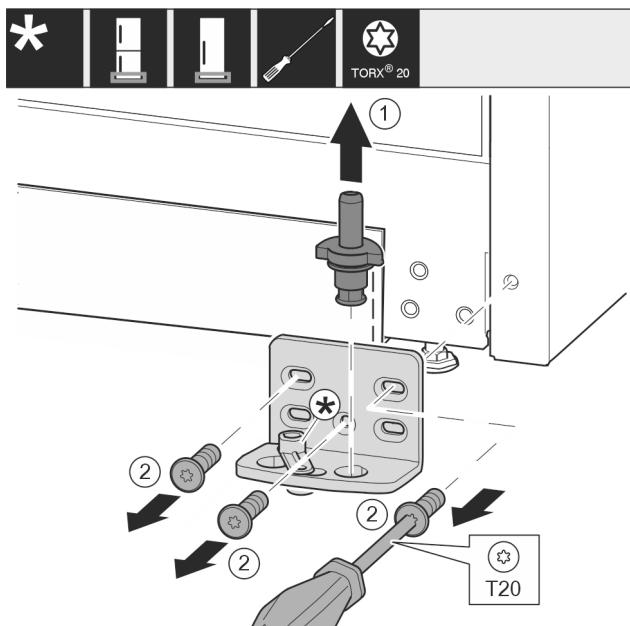

Fig. 13
- Trekk lagerbolten Fig. 13 (1) fullstendig ut oppover.
- Trekk ut skruene Fig. 13 (2) med en skrutrekker og fjern lagerblokken.